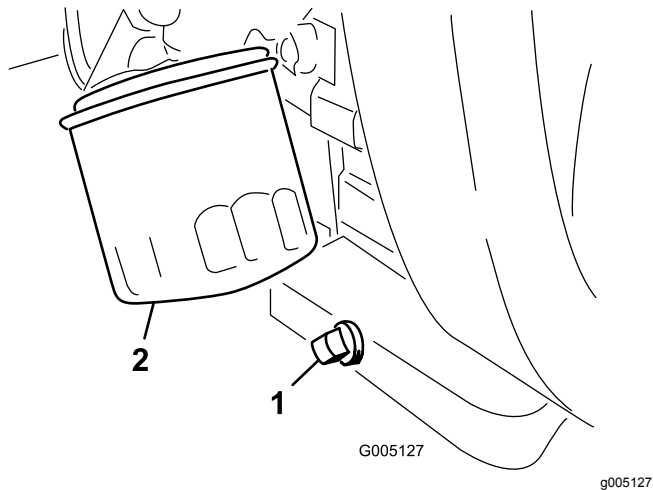

Рисунок 30
- Снимите пробку сливного отверстия (Рисунок 30) и дайте маслу стечь в сливной поддон.
- Очистите резьбовую поверхность пробки сливного отверстия, нанесите уплотнитель из тефлона и установите пробку (Рисунок 30).
- Снимите масляный фильтр (Рисунок 30).